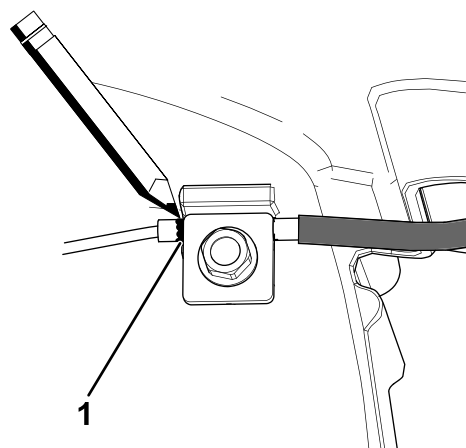

Figure 35
7. Faites une marque sur le câble de frein (Figure 35), puis réglez la gaine jusqu'à obtenir un mou d'environ 8 mm (5/16 po) (Figure 35).